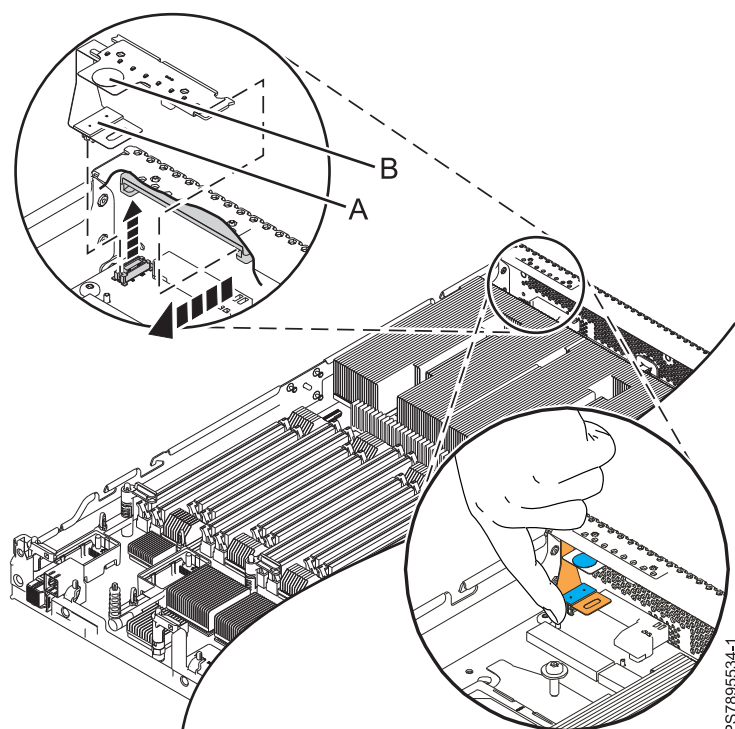

図 29. Light Path 診断パネルの取り外し
Light Path 診断パネル (図 29 で示す) を取り外すには、以下の手順を実行します。
5. Light Path 診断パネルのプル・タブ (B) をつかみ、水平にブラケットから引き抜きます。
6. システム・ボードからケーブル (A) を切り離します。 操作性を確保するために、コンピュート・ノードの前方から作業してください。 72 ページの図 29 に示されているように、人差し指をケーブル接続の下に入れ、ケーブルを引き上げます。